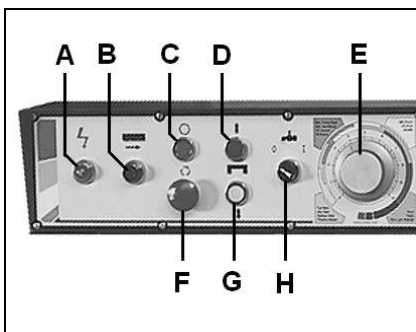

Fig 6
Mit dem grünen Eintaster (B, Fig 6) am Steuerkasten kann die Maschine gestartet werden: Mit dem roten Aus-Taster (C) kann die Maschine stillgesetzt werden.
Der Sägearm kann mit den Hub-Kontrolltasten (D, G, Fig 6) angehoben und abgesenkt werden.